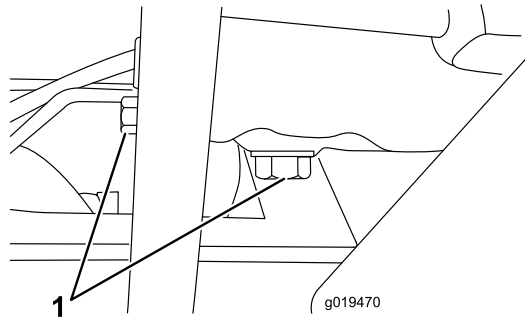

Figura 57
1. Retire el tapón de vaciado (Figura 57) y deje fluir el aceite a un recipiente apropiado. Cuando el aceite deje de fluir, coloque el tapón de vaciado.